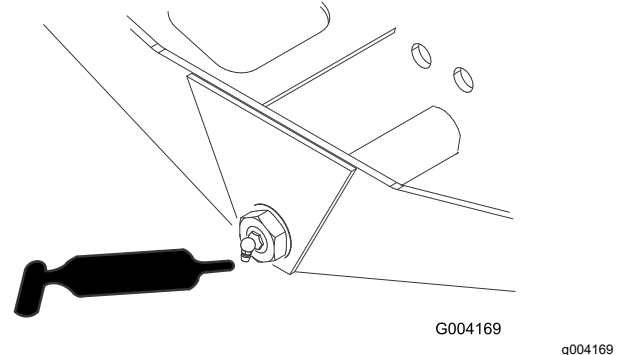

Figure 46
- Pivot de direction d'essieu (1) (Figure 46)